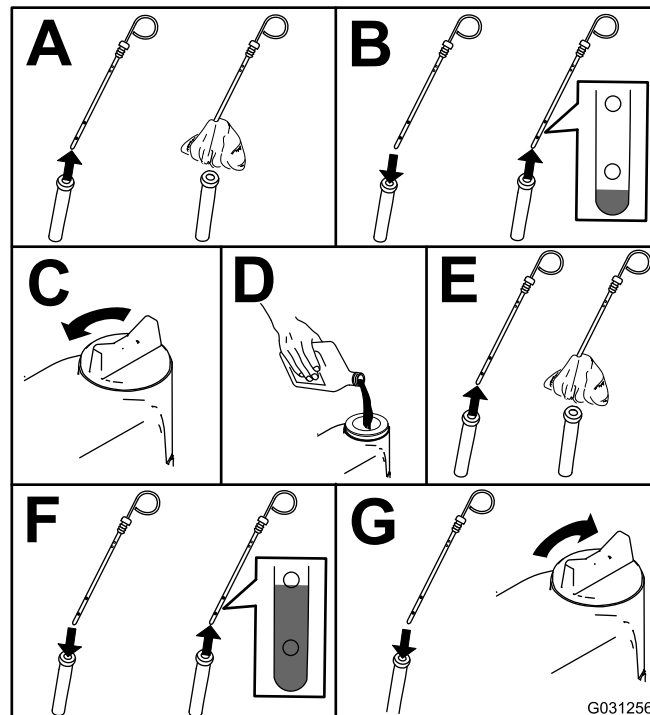

Рисунок 38
2. Проверьте уровень масла в двигателе (Рисунок 38).